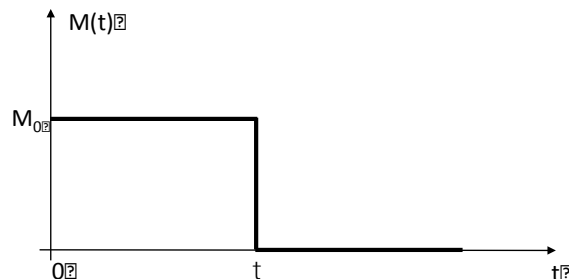

Figura 3. Par motor
3. Considerando $c_T = 0$ y aproximando el par $M(t)$ a un pulso cuadrado de amplitud M_0 , tal como se muestra en la figura 3, obtener (6p):